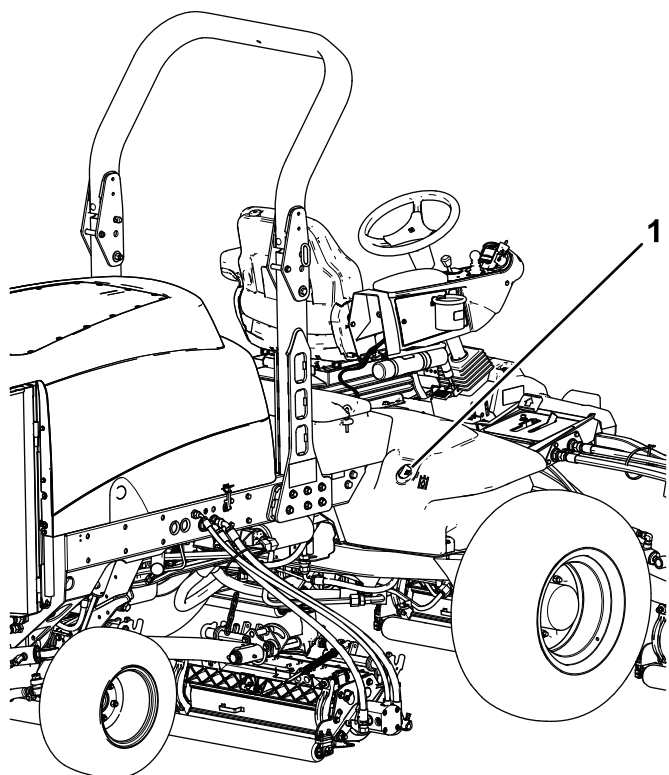

Figura 39
2. Limpe a zona em redor do tubo de enchimento e da tampa do depósito hidráulico (Figura 39).